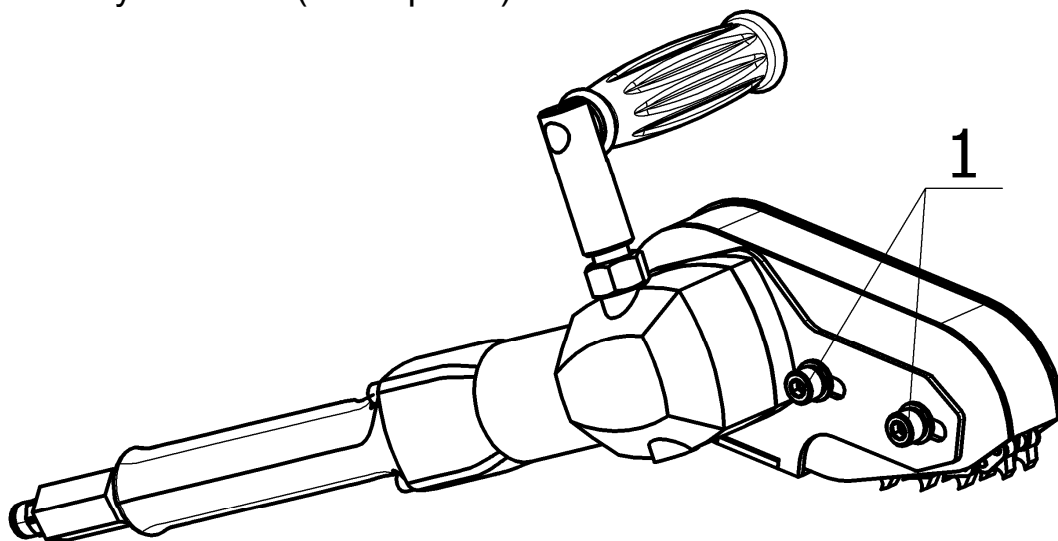

Рис.2
-ослабить винты (поз.1 рис.2)
-затянуть винты (поз.1 рис.2)